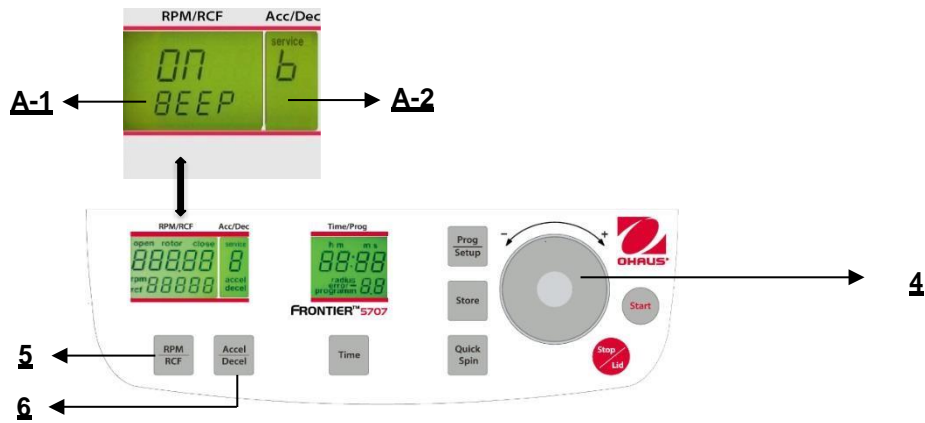

Abbildung. 32
Fahren Sie fort wie unter Punkt 4.1.2 beschrieben, um in den Programmmodus einzutreten und drücken Sie dann die Taste "**Accel/Decel**"(6). Auf der Anzeige "**Acc/Dec**" (A-2) blinkt das Wort "**Service**". Wählen Sie nun den Buchstaben "**B**" mit Hilfe des Anpassungs Wählscheibe (4). Als Ergebnis erscheinen auf der Anzeige "**RPM/RCF**" (A-1) die Worte "**ON/BEEP**". Nach dem Drücken der Taste "**RPM/RCF**" (5) können Sie das Tastaturgeräusch mit dem Anpassungs Wählscheibe (4) ein- (On) oder ausschalten (Off). (Siehe Abbildung 32).